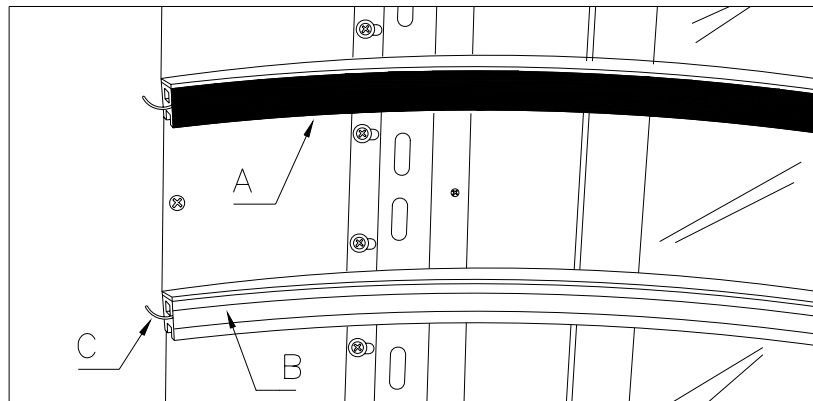

FIG. 17
2. Enlever la bande isolante Réf. A FIG. 17.
3. Extraire le dissipateur réf. B FIG. 17 au moyen de l'extrémité d'un tournevis.
4. Enlever la résistance Réf. C FIG. 17 et l'extraire du trou après avoir déconnecté l'alimentation électrique.